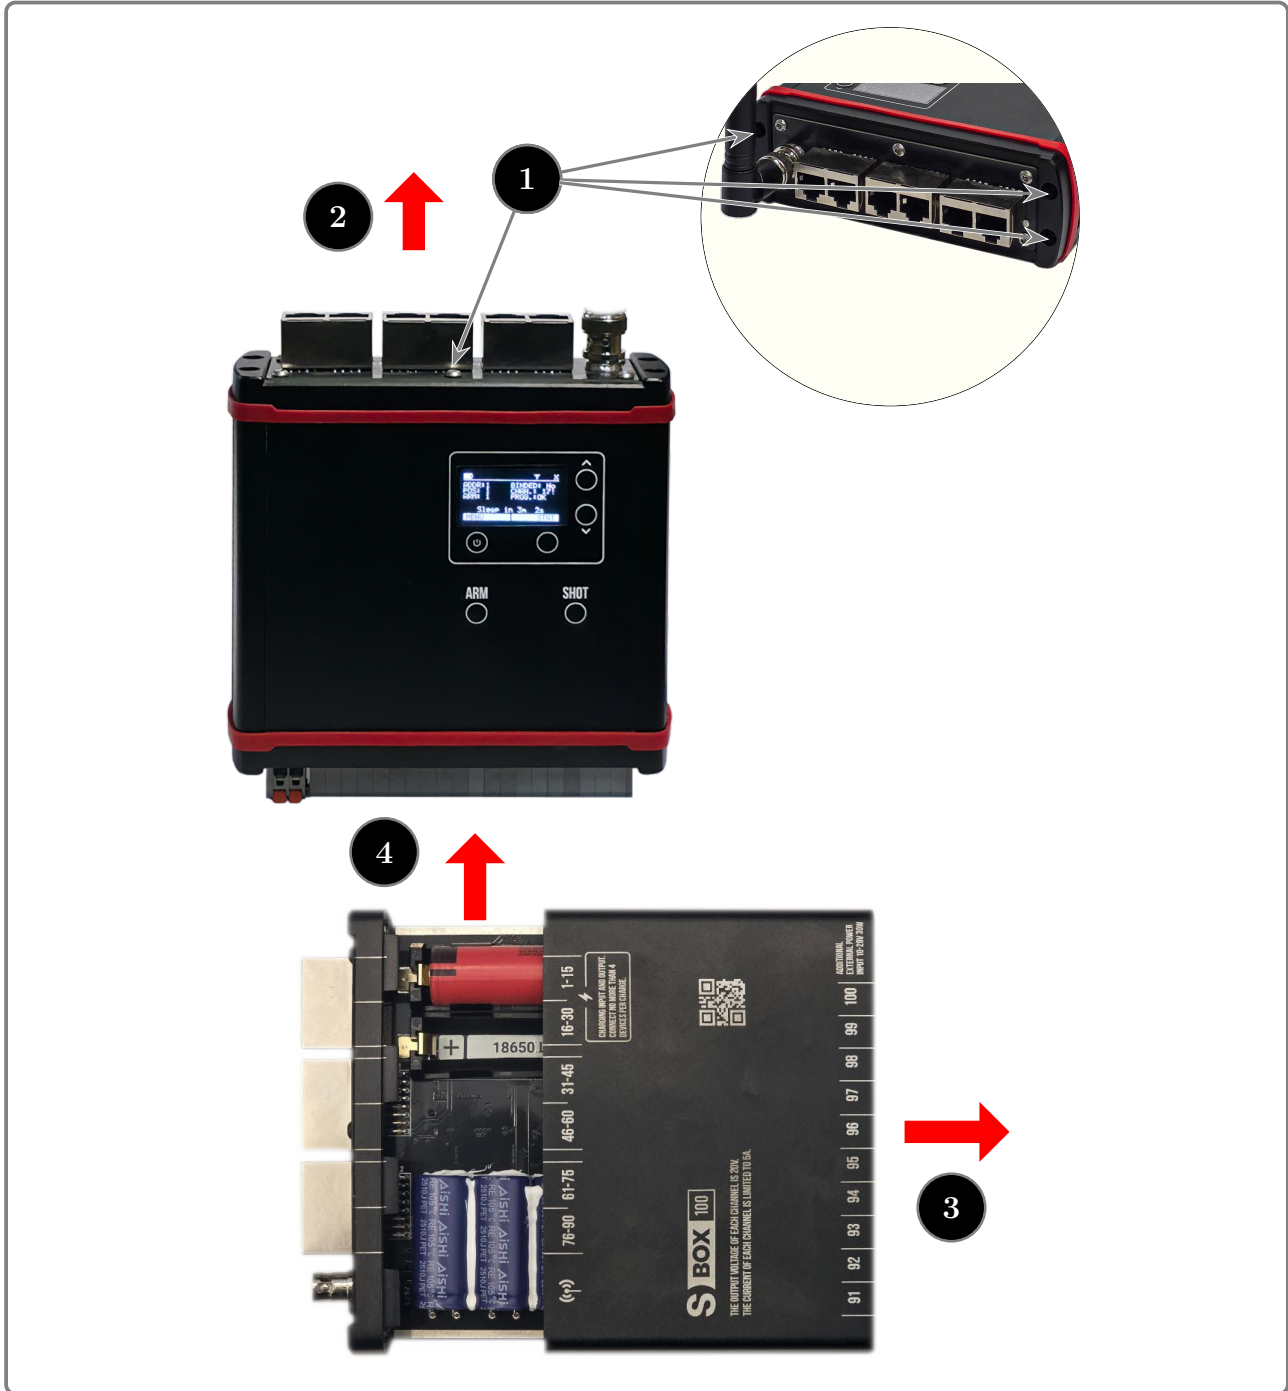

图 20: 拆卸蓄电池
- 1 — 使用 2mm 六角扳手拧下设备外壳上端面凹槽内的 4 个螺钉。（参见图 图 20）